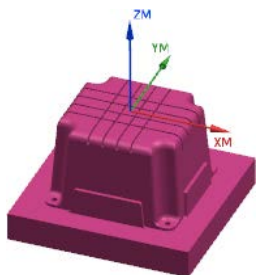

图 20.5 部件几何体
Step3. 在图形区中选择整个零件为部件几何体, 如图 20.5 所示。在“部件几何体”对话框中单击按钮, 完成部件几何体的创建, 同时系统返回到“铣削几何体”对话框。